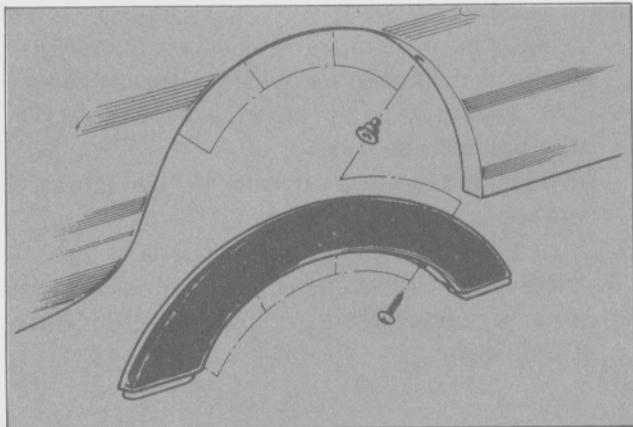

Fig. 55 - Instalación de la moldura superior del guardabarro delantero.
- Extraer los cuatro tornillos de sujeción y retirar la moldura del guardabarro (Fig. 55).